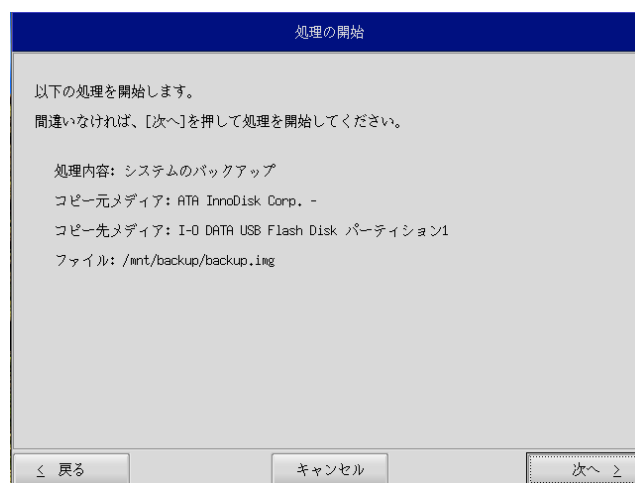

図 5-3-5. 確認画面
- ⑧ 確認画面（図 5-3-5）が表示されます。メディア、パーティション、保存ファイルを確認します。[次へ]ボタンを押します。